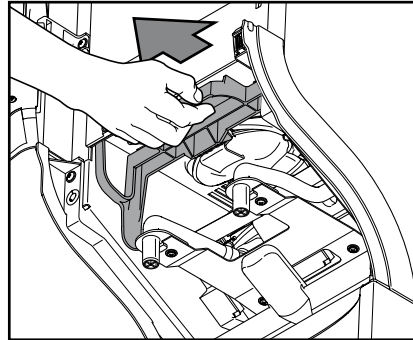

Fig. 27
- Tirare il bloccaggio, per sbloccare l'intera unità di miscelazione (fig. 27).